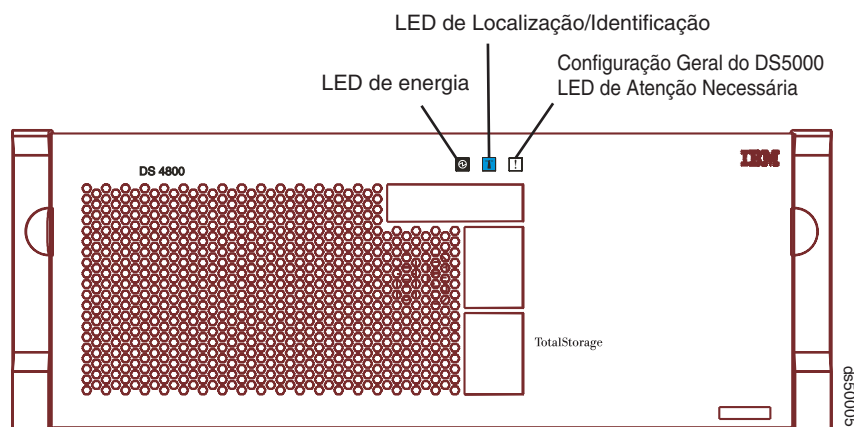

Figura 121. LED de Atenção Necessária Geral da Configuração no Painel Frontal do DS5100 e DS5300
2. Localize o subsistema de armazenamento que contém a unidade de interconexão de baterias com a bateria com falha verificando o LED de Atenção Necessária Geral da Configuração no painel frontal do subsistema de armazenamento. (A Figura 121 mostra o local do LED de Atenção Necessária Geral da Configuração no painel frontal).